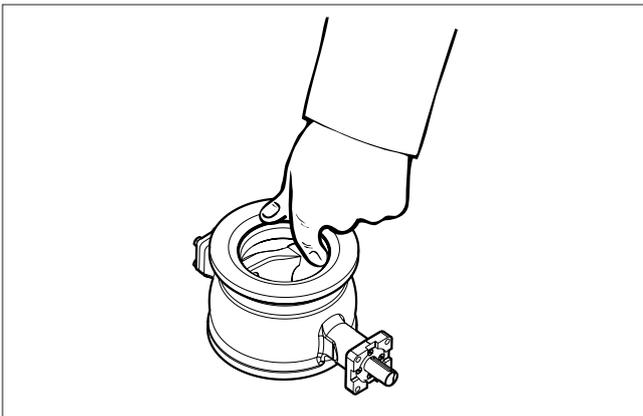

Fig. 20 Positionnement du segment
- Tourner le segment (3) pour qu'il ne se trouve plus en contact avec le siège. Cf. figure 20